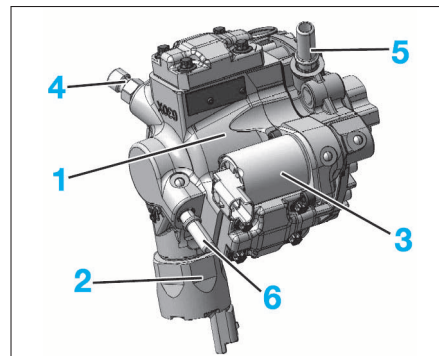

FIG. 32
- ne pas dissocier les éléments suivants de la pompe haute pression carburant (1) (Fig.32) :
- électrovanne de contrôle de pression (2)
- électrovanne de contrôle volumétrique (3)
- raccord de sortie haute pression carburant (4)
- vis creuse du raccord d'alimentation de la pompe à carburant (5)
- vis de retour de carburant (6).